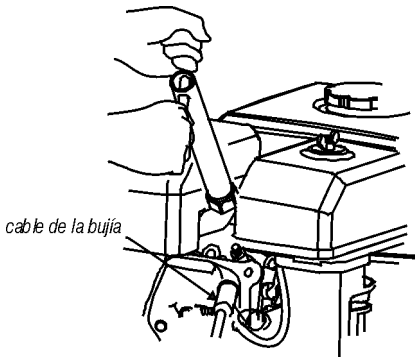

Fig. 34 – Retirando la bujía
- d. Con auxilio de una llave de bujía (no acompaña), retire la bujía (fig. 34);